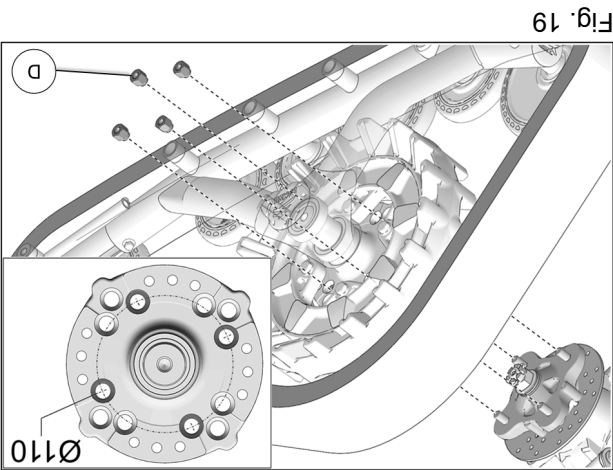

Fig. 19
7. Fixer le système de traction au moyeu de roue avant. Utiliser le cercle de perçage de Ø110 mm et les écrous de roue M10 (D) fournis. Voir la Fig. 19